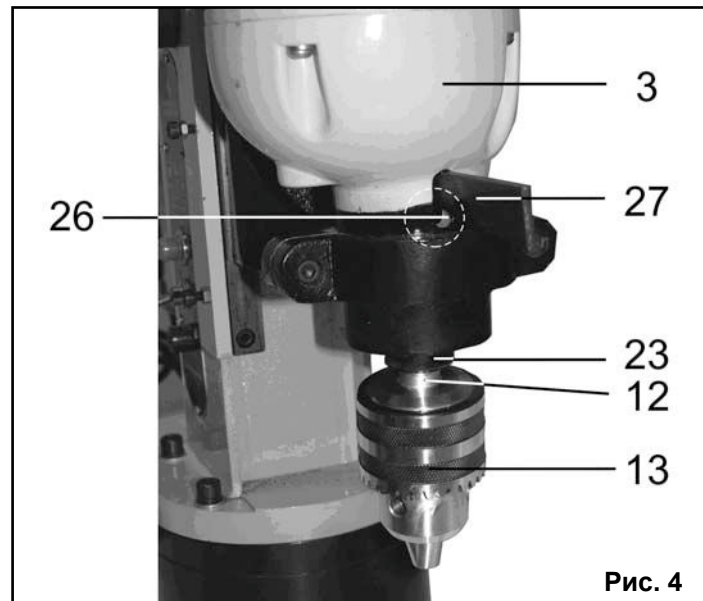

Рис. 4
9.1.6. Для снятия сверлильного патрона (13) из шпинделя (23) используют клин (27), Рис.4. Для этого, при извлеченном из розетки шнуре питания (18), Рис.2, совместите вращением шпинделя (23), Рис.4, паз в шпинделе с пазом (26), Рис.4, на сверлильной головке (3).
Вставьте в этот паз (26) клин (27), как показано на Рис.4, и легкими ударами по клину (27) выталкивайте дорн (12) вместе со сверлильным патроном (13) из шпинделя (23), Рис.4.